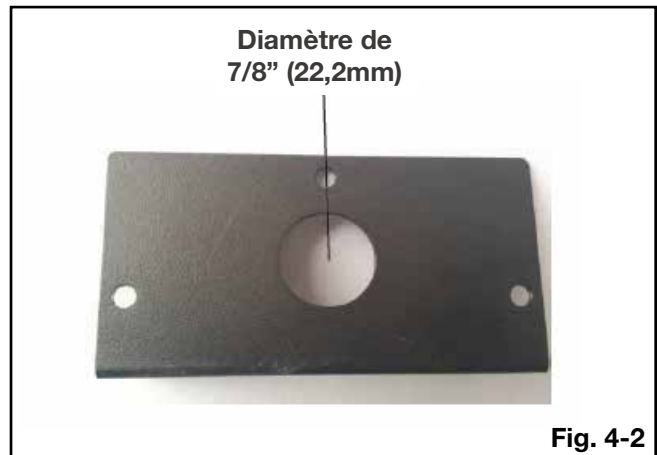

Fig. 4-2
3. Retirez le trou de 7/8" (22,2mm) dans la plaque de recouvrement nouvelle (fournie) (**Fig. 4-2**) et installez un connecteur de boîte au travers la boîte de jonction. Enclenchez la pince du connecteur de boîte sur les fils d'alimentation.